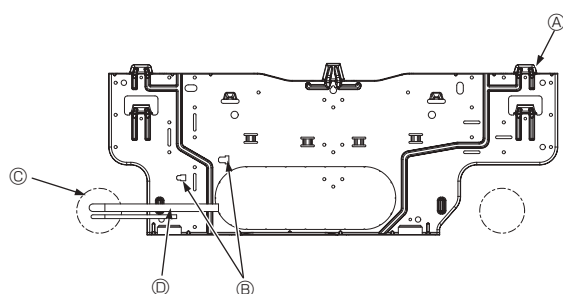

Fig. 3-5
- F Piastra di montaggio ①
3.3. Inserimento dei tubi nella parete (Fig. 3-5)
- A Piastra di montaggio ①